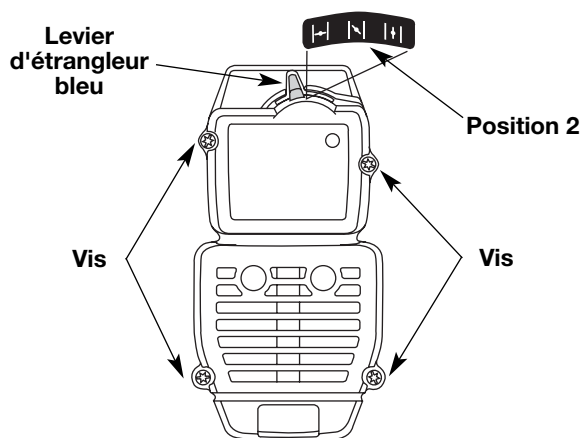

Fig. 32
REMARQUE : pour enlever le couvercle du filtre à air/silencieux, le levier bleu doit être en Position 2 (Fig. 32).
2. Retirez les quatre (4) vis retenant le couvercle du filtre à air/silencieux (Fig. 32). Servez-vous d'un tournevis à mèche no. 20 Torx.
2. Insérez les quatre (4) vis dans les trous du filtre à air/couvercle du silencieux (Fig. 32) et vissez sans trop serrer.